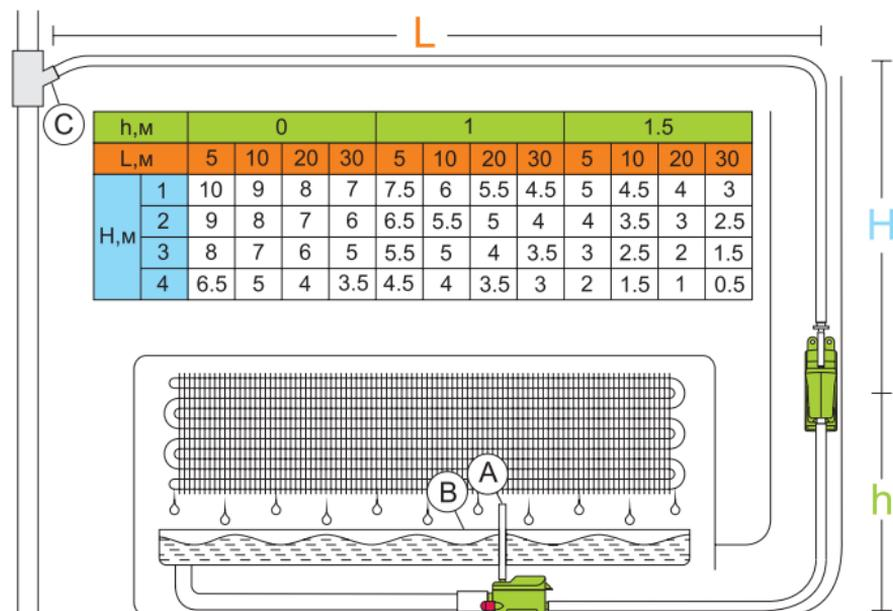
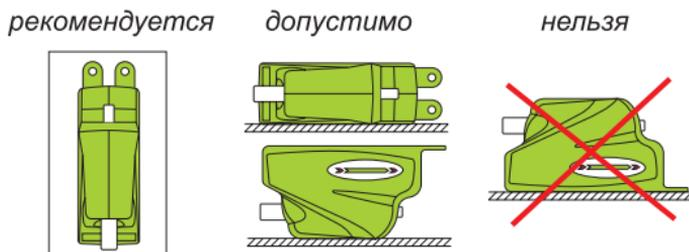

Рис.1
Рис.3
Модуль насоса может быть установлен в удобном месте с учетом его фактической производительности (рис.1). Возможные положения для фиксации модуля насоса показаны на рис.3. Используйте антивибрационные материалы в местах крепления корпуса и соприкосновения его с жесткими поверхностями.
Если датчик устанавливается вне поддона, используйте заборную трубку 10 (рис.2). Воздушная трубка 11 (рис.2), должна быть закреплена на поплавковом датчике так, чтобы ее свободный конец **A** (рис.1) был выше верхнего края поддона **B** (рис.1). Для надежности соединения трубок используйте хомуты-стяжки, для фиксации корпуса датчика - крепежную площадку 7 (рис.2) и самоклеющуюся подложку.
1. Соответствует ли фактическая производительность насоса (рис. 1) влаговыведению кондиционера
1. Отсутствие воздуха в трубке, соединяющей датчик и насос. Наличие его свидетельствует о т.н. "сифонном эффекте". Решение проблемы - направить отводящую трубку в основную дренажную магистраль (**точка С, рис. 1**) с разрывом и на уровне не ниже уровня поддона (**точка В, рис. 1**)